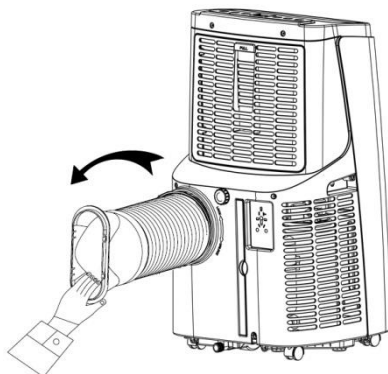

Рис. 2
### 1.1 Установка вытяжного шланга (см. рис. 2)
- 2) Вставьте соединительный элемент вытяжного шланга (конец патрубка) в вентиляционное отверстие на задней части корпуса прибора. Накрутите вытяжной шланг против часовой стрелки (как показано на рис. 2).